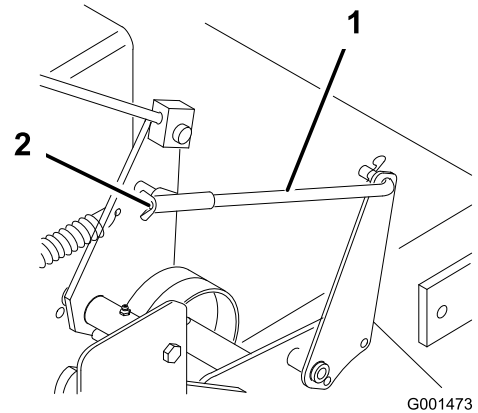

Figura 39
5. Para ajustar el freno, gire las tuercas de orejeta de las varillas de freno (Figura 39).